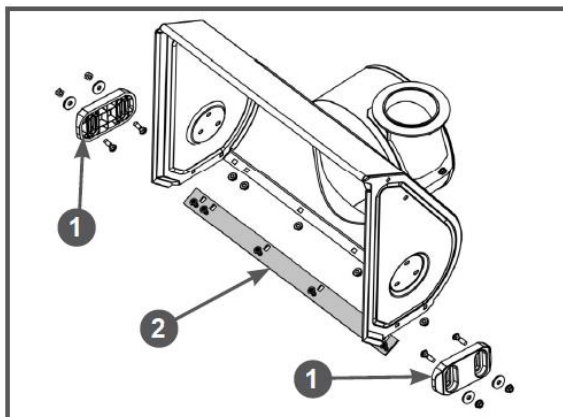

Рис. 18 Обслуживание ковша снегоборщника
1. Открутите гайки крепления ползков поз.1 (Рис.18) и снимите ползки с ковша.
2. Установите новые ползки и закрепите их четырьмя болтами и гайками (Рис.18). Перед окончательной затяжкой гаек отрегулируйте высоту забора снега.
Для наглядности на Рис.18 ковш показан без шнеков, редуктора и валов.
1. Открутите гайки крепления и снимите нижнюю накладку поз.2 с ковша (Рис. 18).
2. Установите новую нижнюю накладку и закрепите ее болтами и гайками (Рис. 18).